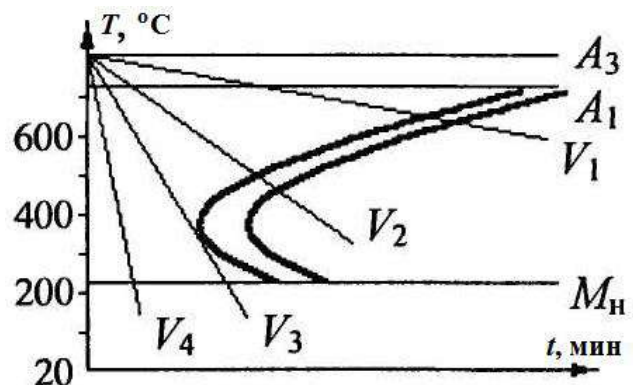

Рис. 4.2. Диаграмма аустенита
4. Какая из скоростей охлаждения, нанесенных на диаграмму изотермического распада аустенита (рис. 4.2), критическая?